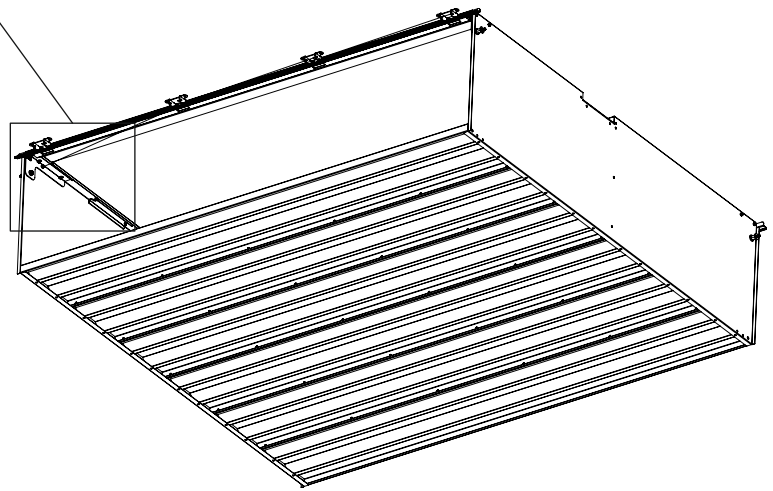

Рис. 16
- * Изнутри паллетного ящика, под винты, установите детали поз.22 рис. 16.